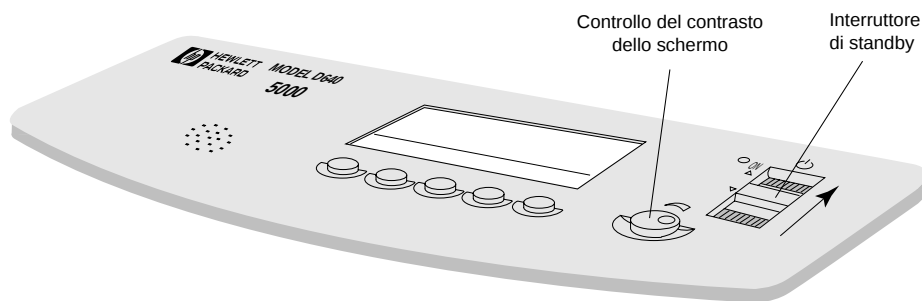

Figura 1-11 Accensione dell'interruttore di standby
3. Accendere l'interruttore di standby, come mostrato nella Figura 1-11, tenendo momentaneamente rivolto verso l'alto l'interruttore.
4. Se dopo 5-10 secondi sul display non appare nulla, impostare il controllo del contrasto dello schermo sulla posizione corrispondente alle ore 14:00, come mostrato nella Figura 1-11. A questo punto è possibile impostare il controllo su un livello appropriato.